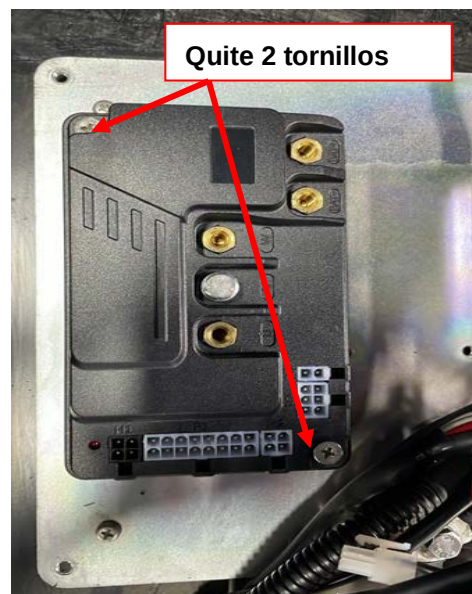

Figura 15
5. Quite 2 tornillos que se utilizan para fijar el controlador de tracción y extraiga el controlador de tracción (Figura 15).